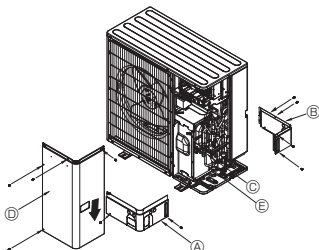

Fig. 5-3
5.3. Tubagem do refrigerante (Fig. 5-3)